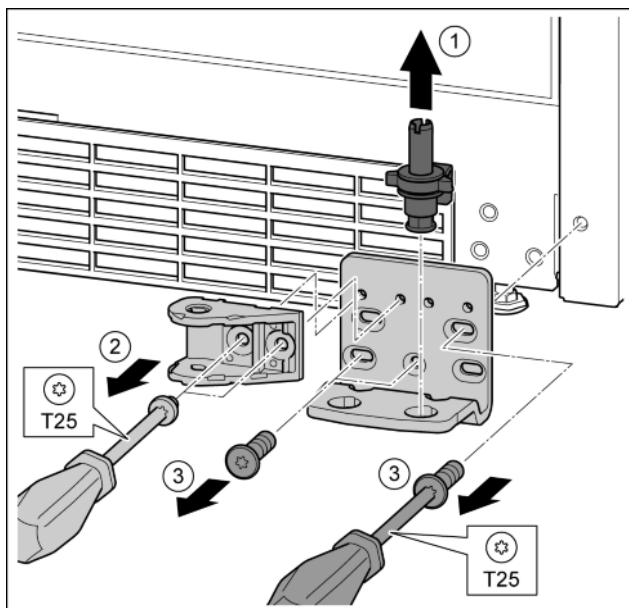

Fig. 30
- ▶ Опорный палец полностью извлечь движением вверх. *Fig. 30 (1)*
- ▶ Открутить винты отверткой T25 и снять соединительный элемент амортизатора закрывания дверей. *Fig. 30 (2)*
- ▶ Открутить винты отверткой T25 и снять опорный кронштейн. *Fig. 30 (3)*